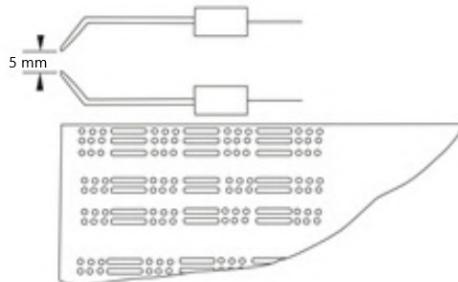

Bild 12
- Kontrollera regelbundet startelektrodernas position. Se bild 12 på sidan 19.